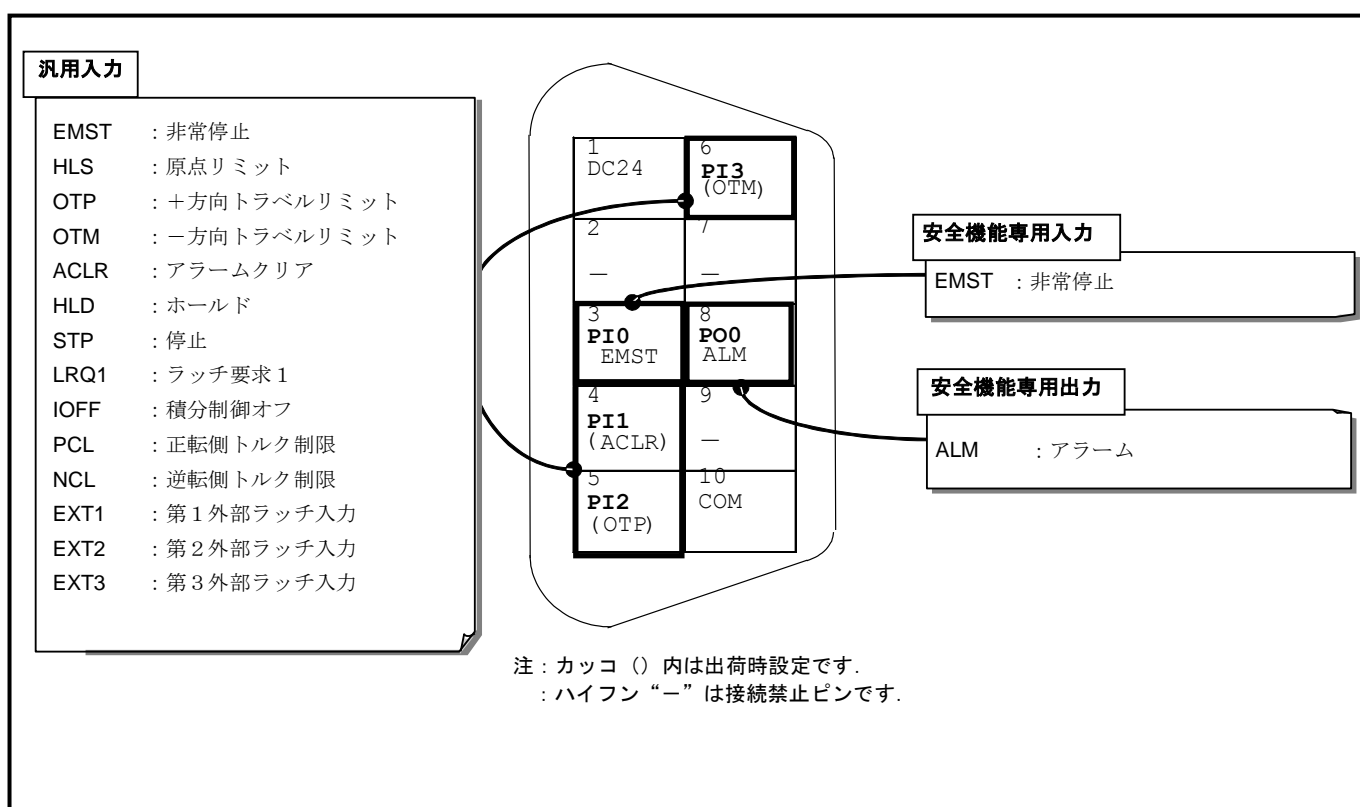

図 8-1 : 制御入出力コネクタ CN2 と割り当て可能な機能
- **CN2 : 制御入出力コネクタ** の各ポートは、「図 8-1 : 制御入出力コネクタ CN2 と割り当て可能な機能」のように入力機能の割り当てを変更できます。（一部のポートを除く）